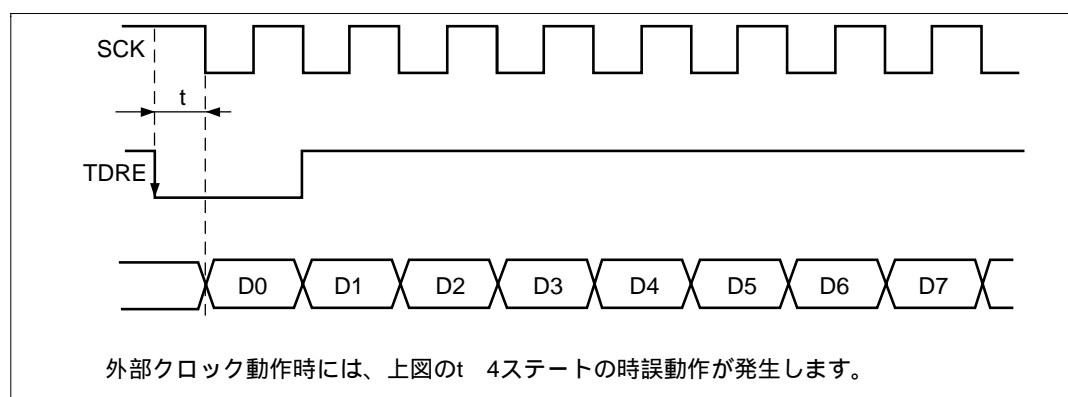

図 13.22 DMAC によるクロック同期式送信時の例
(7) DMAC の使用上の注意事項
同期クロックに外部クロックソースを使用する場合、ダイレクトメモリアクセスコントローラ (DMAC) による TDR の更新後、システムクロック (CK) で5クロック以上経過した後に、送信クロックを入力してください。TDR の更新後4ステート以内に送信クロックを入力すると、誤動作することがあります。(図 13.22)